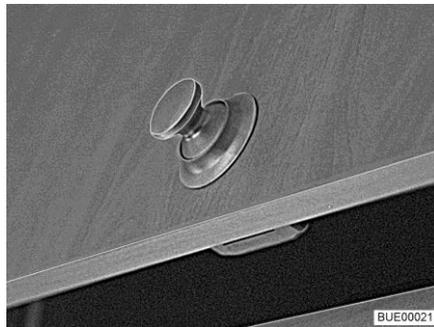
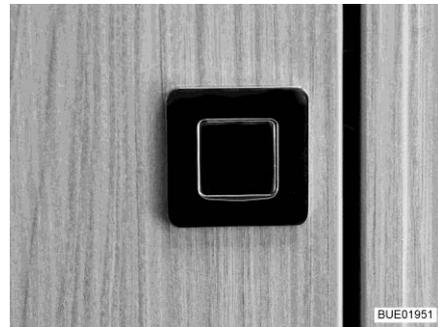

Fig. 46 Trampilla de muebles con botón de presión redondo
Fig. 47 Trampilla de muebles con botón de presión rectangular
- Pulsar la parte interior de la cerradura. El botón de presión (Fig. 46 o Fig. 47) salta hacia fuera.